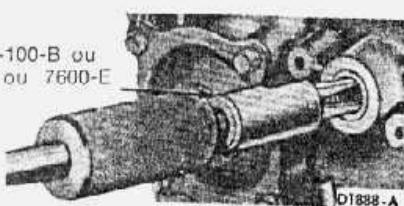

fig. 61 — remoção do vedador da alavanca de mudança manual
- 8 Remover o vedador da alavanca de mudança manual, utilizando as ferramentas mostradas na fig. 61.